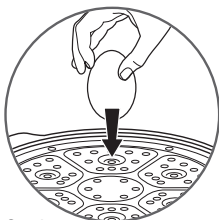

fig. 8
- Placez les œufs dans les supports à œufs intégrés prévus à cet effet - Fig. 8.